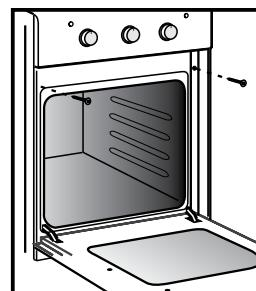

Рис.15
- Духовка устанавливается на дно ниши и закрепляется спереди винтами (рис.15), прилагаемыми в комплекте.